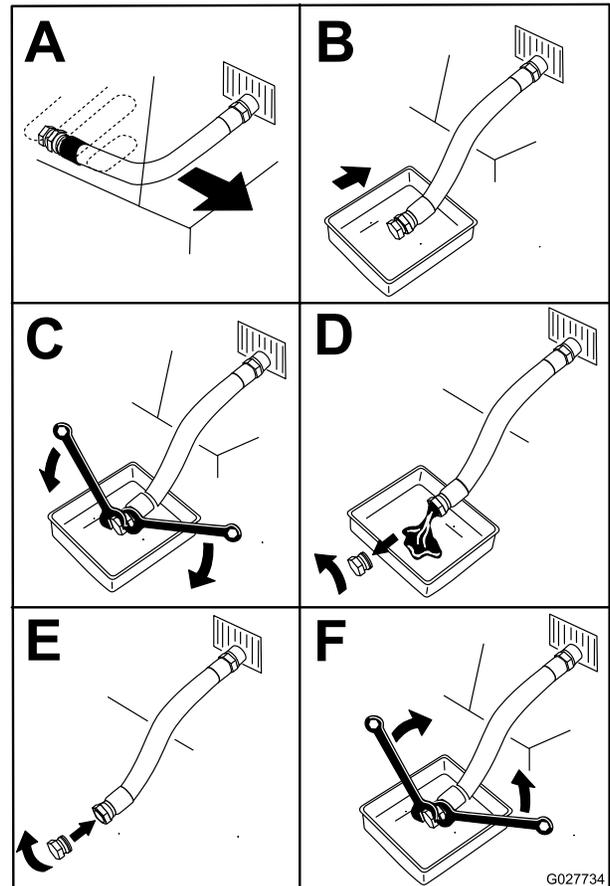

Figure 44
4. Vidangez et changez l'huile moteur (Figure 44).